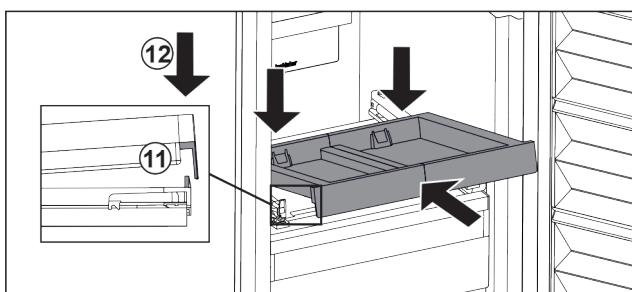

Fig. 88
- ▶ Вставьте, наклоняя вниз. Обратите внимание на то, чтобы на обеих сторонах упор был за накладкой. Fig. 88 (11)
- ▶ Снимите выдвижную панель спереди. Fig. 88 (12)